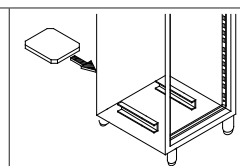

Bild 3
- Führen Sie in die unteren Schlitze den Defrost-Behälter ein, bei Modellen mit automatischen Verdunstung müssen die Verbindungen hergestellt werden (Bild 3) (Nur für bestehende Produkte gültig.)